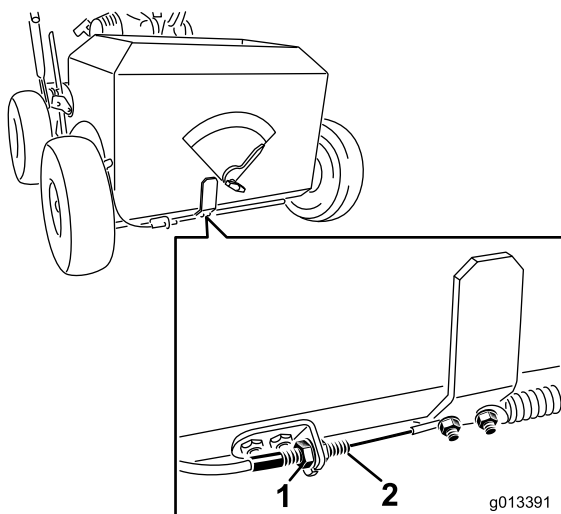

Figure 26
4. Desserrez les écrous sur le câble de commande du volet de distribution (voir Figure 26).